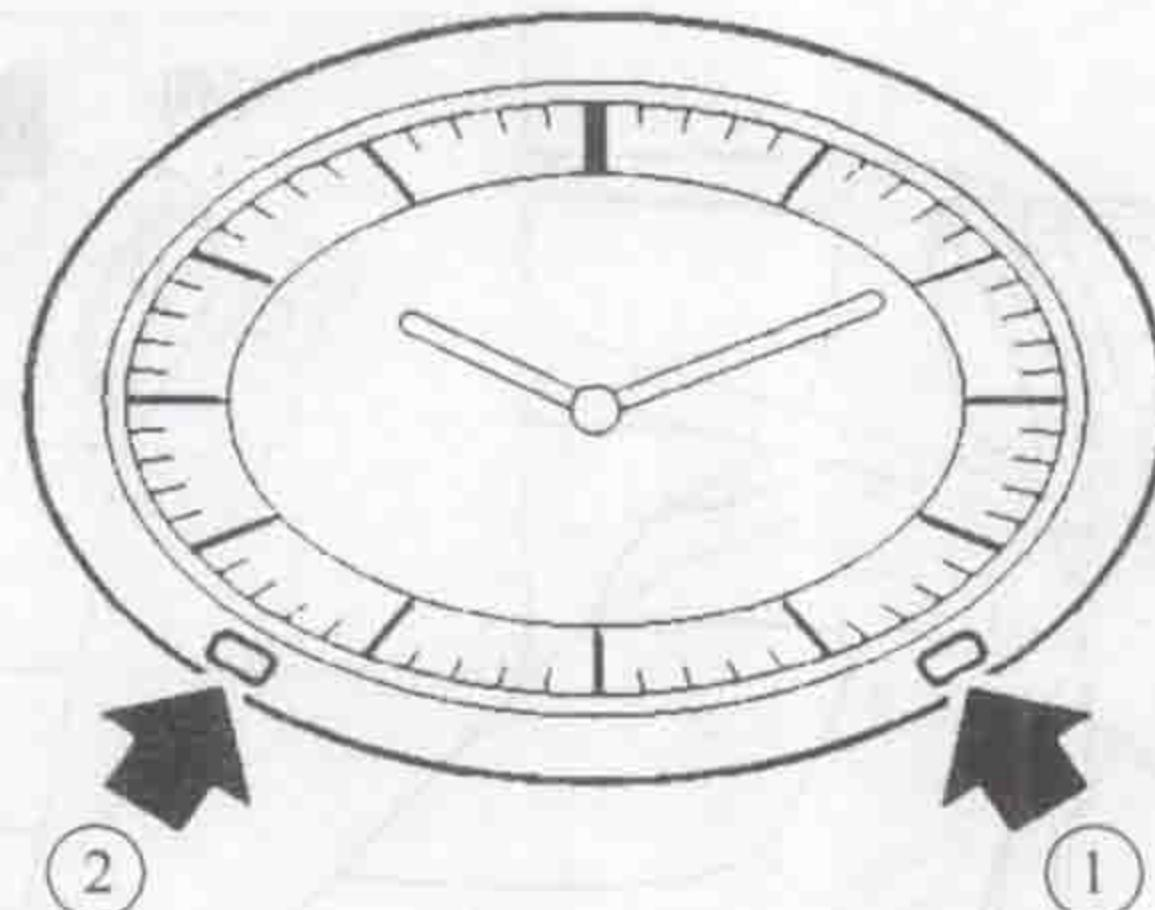

图 1-2-7 第二种类型电子钟按钮识别
1	如果想向前调节电子时钟的时间，可按下按钮①（图 1-2-7）
2	如果想向后调节电子时钟的时间，可按下按钮②（图 1-2-7）